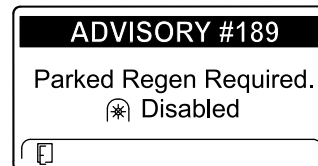

Figure 45
- Si vous n'exécutez pas de régénération en stationnement dans un délai de 2 heures, l'InfoCenter affiche ADVISORY #189 (avis n° 189) pour demander une régénération en stationnement – prise de force désactivée (Figure 45).